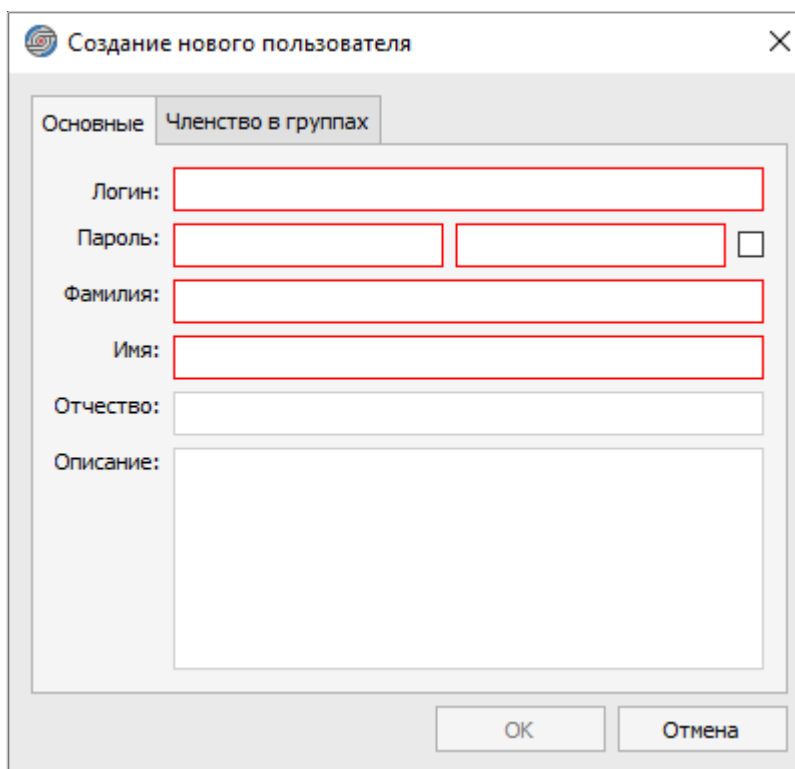

Рисунок 73. Диалоговое окно «Создание нового пользователя»
- 2) В открывшемся диалоговом окне «Создание нового пользователя» (см. рисунок 73) заполнить поля: